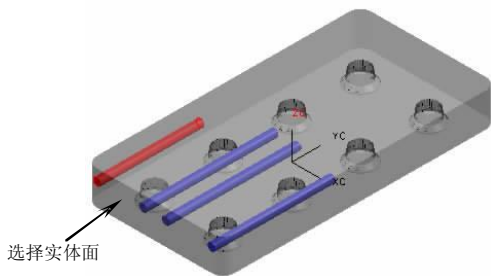

图5-103
- 以相同方法创建冷却水道，设置冷却水道直径为“M8”、“HOLE_1_DEPTH=90”、“HOLE_2_DEPTH=90”，选择实体面作为冷却水道参考面，设置冷却水道坐标为（-50，5，0），结果如图 5-103 所示。